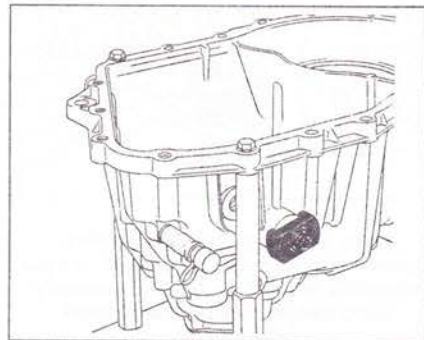

Рис. 5.84. Установите подшипники при помощи приспособления В. Vi. 1510-01, индекс R.
4. Установите подшипники при помощи приспособления В. Vi. 1510-01, индекс R (рис. 5.84).